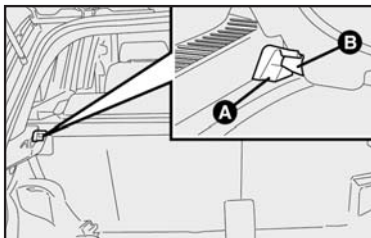

fig. 105
2) Liberar os pinos **B-fig. 105** da cobertura do porta-malas de suas sedes **A** e retirá-los.